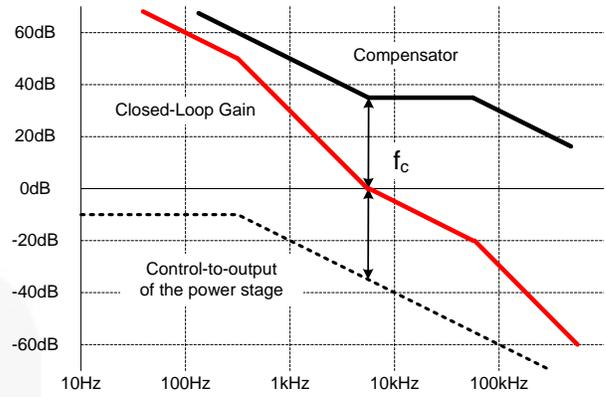

图 20. 系统的增益布局图
- (1) 使用等式 (26) 获得功率级的控制至输出传递函数。单极系统的极点频率为  $\omega_p$ ，dc 增益为 K。
- (2) 确定交越频率 ( $f_c$ ) 约为开关频率的 1/20。如图 20 所示，由于功率级的控制至输出传递函数在交越频率处的斜率为 -20dB/dec，相位为  $-90^\circ$ 。因此需要在交越频率处设置一个零点补偿网络 ( $f_{cz}$ )，从而获得  $45^\circ$  的相角裕量。
- (3) 将补偿网络极点 ( $f_{cp}$ ) 设置为至少比  $f_c$  高 10 倍，以确保它不会影响补偿系统的相角裕量。此外，它还应足够低于系统的开关频率，以便衰减开关噪音。